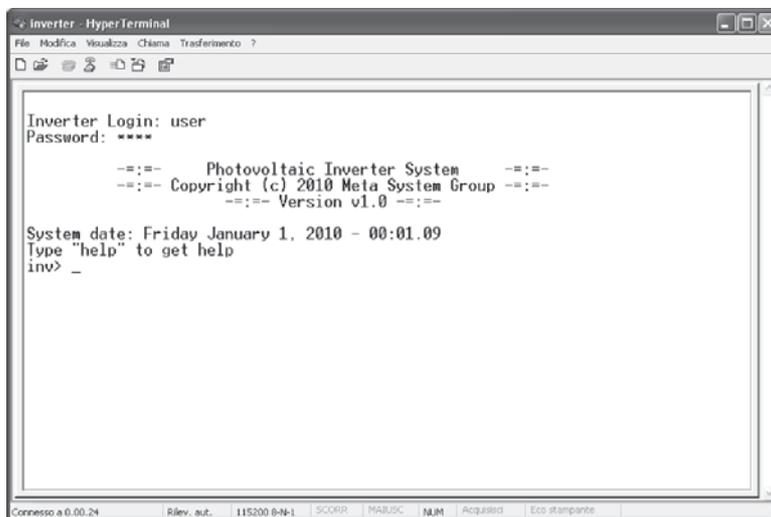

Figura 9: Schermata di connessione all'inverter tramite terminale
5. Al prompt di login (Figura 9) inserire username e password;